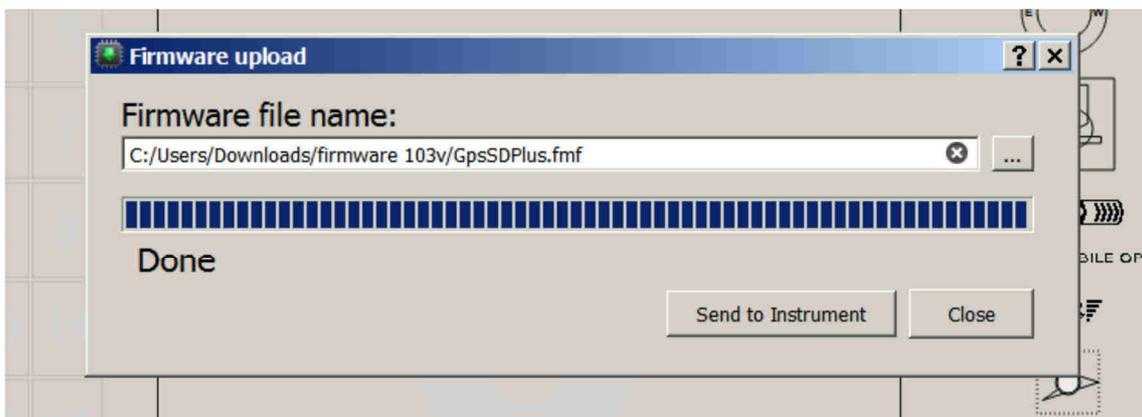

Abbildung 10.2 – Firmware Update abgeschlossen
6. Wenn der Prozess erfolgreich abgeschlossen wurde, so erscheint die Meldung „Done“ (siehe Abbildung 10.2). Entfernen Sie das USB Kabel und das NAV SD startet.